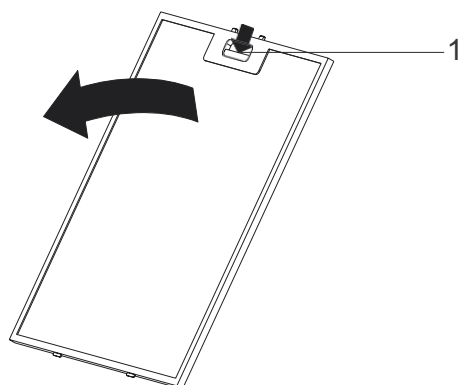

Fig. 10
- Pressione a aba do filtro de alumínio (1) e puxe o filtro de alumínio na direção da seta (Fig. 10).